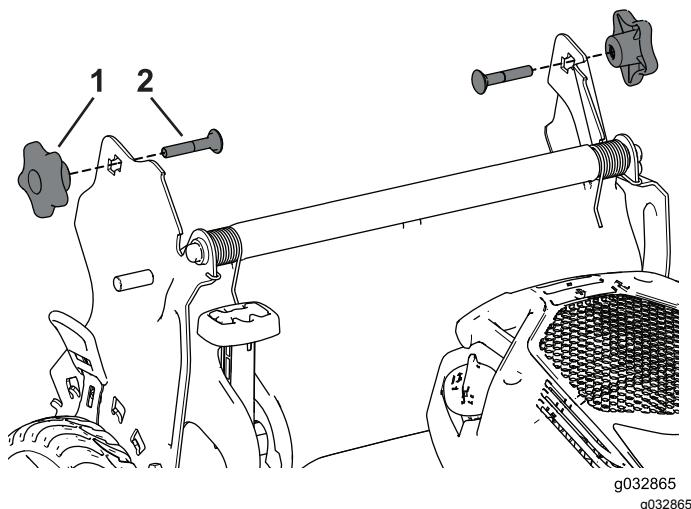

Bild 30
4. Führen Sie die Schlossschraube (mit dem Schraubenkopf nach innen zeigend) durch die Holmhalterung und das obere Loch im Holmende. Stellen Sie sicher, dass jede eckige Schlossschraube richtig in der dazugehörigen oberen oder unteren viereckigen Öffnung der jeweiligen Holmhalterung sitzt(Bild 30).